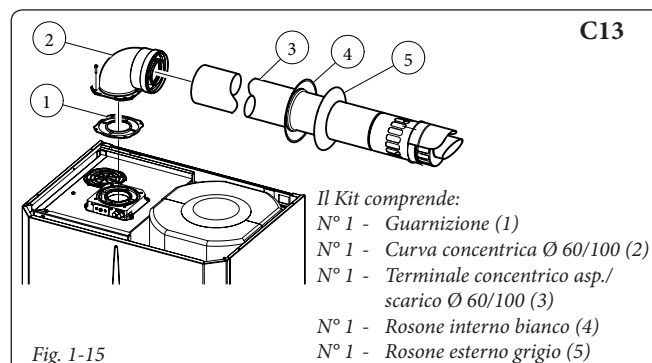

Fig. 1-15
Questo terminale permette l'aspirazione dell'aria e lo scarico dei fumi direttamente all'esterno dell'abitazione. Il kit orizzontale può essere installato con l'uscita posteriore, laterale destra e laterale sinistra. Per l'installazione con uscita anteriore è necessario utilizzare il tronchetto ed una curva concentrica ad innesto in modo da garantire lo spazio utile per effettuare le prove richieste dalla legge all'atto della prima messa in servizio (Fig. 1-15 ÷ 1-16).
**Kit orizzontali di aspirazione - scarico Ø 60/100.** Montaggio kit (Fig. 1-15): installare la curva con flangia (2) sul foro più interno della caldaia interponendo la guarnizione (1) (*che non necessita di lubrificazione*) posizionandola con le sporgenze circolari verso il basso a contatto con la flangia di caldaia e serrare con le viti presenti nel kit. Innestare il tubo terminale concentrico Ø 60/100 (3) con lato maschio (liscio), nel lato femmina della curva (2) sino a portarlo in battuta, accertandosi di avere già inserito il relativo rosone interno ed esterno, in questo modo si otterrà la tenuta e la giunzione degli elementi che compongono il kit.